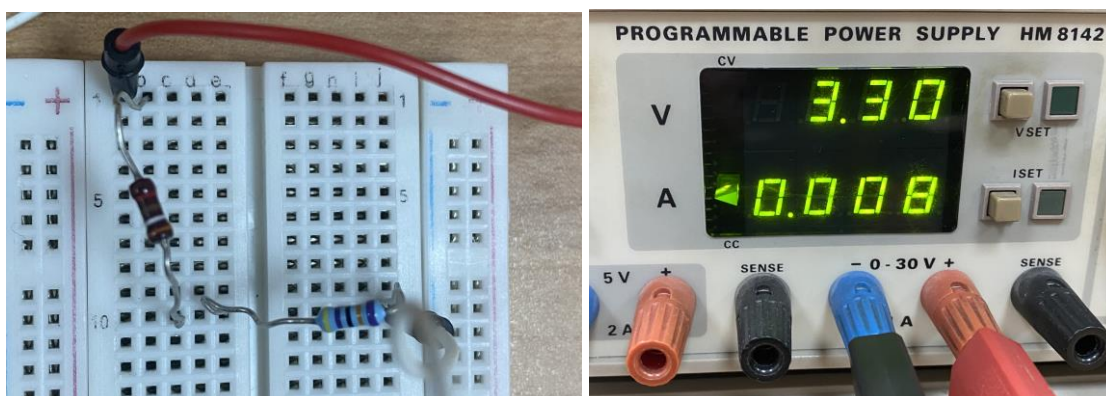
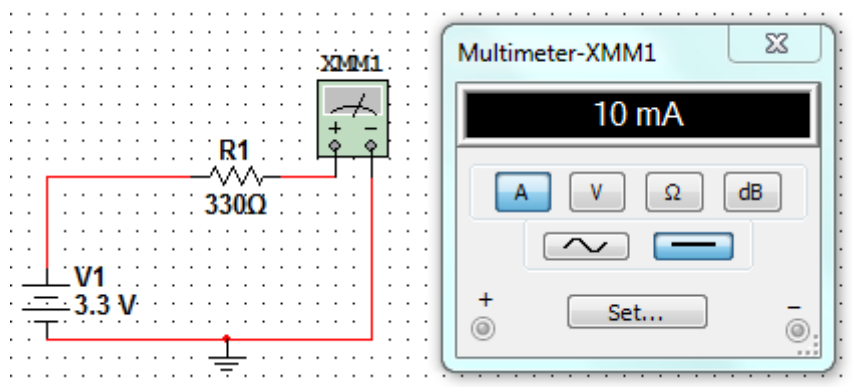

Fig.1 (a) Măsurarea indirectă a unei rezistențe ($R=?$, $R_{gnd}=470 \text{ kohm}$) (b) $R = U/I \text{ extras} = 3.3 \text{ V} / 8 \text{ mA}$
Fig.4 Măsurarea indirectă a unei rezistențe (330 ohmi, măsurat direct $R1=328.6$ ohmi, $V1=3.293V$)
4) Se realizează simulările prezentate în Figurile 1-3 (de exemplu, Fig. 4 pentru Fig.1) și se compară valorile obținute în simulare cu cele obținute practic. CUM POT FI OBȚINUTE ACELEAȘI VALORI CA CELE REALE?